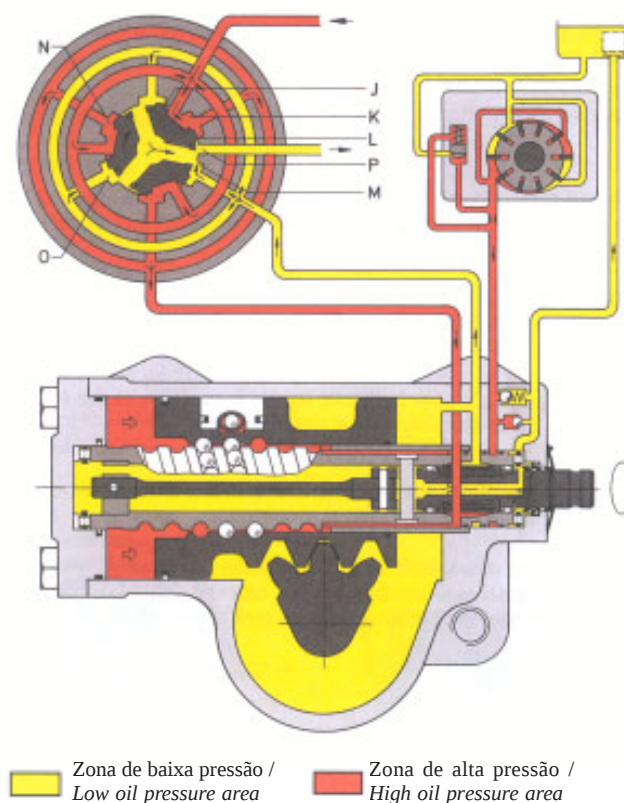

Fig. 2 - Válvula rotativa em posição de operação volante girado no sentido horário /
Ao esterçar a direção no sentido horário, o pistão do cilindro de trabalho é deslocado para a direita. (fig. 2).
When the steering wheel is turned clockwise, the right-hand threaded piston is displaced to the right. (Fig. 2).
Na posição descrita da válvula rotativa (fig. 2), o óleo sob pressão flui através das aberturas de admissão (K) para a ranhura radial inferior (N) da bucha de comando, atingindo a partir daí o cilindro esquerdo e assim produzindo o auxílio hidráulico. As aberturas de entrada (J) fechadas impedem que o óleo possa escoar para o reservatório.
When the valve is in the position described in Fig. 2, the pressure oil flows through the inlet ports (K) into the axial grooves (N) of the worm head and is fed from there via the worm's recirculating ball thread to the left cylinder. This ensures power assistance of the piston movement. The closed inlet ports (J) prevent oil returning to the reservoir.